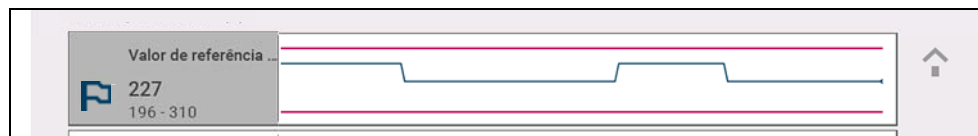

Figura 4-28
- As linhas do ponto do acionador mudam de cor para indicar condição armada (*Figura 4-28*).